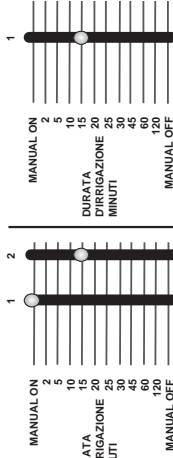

ABB. 14: Manuelle Bewässerung durch Station 1 mit Hilfe des Schiebeschalters
- Schieben Sie den Bewässerungsdauer-Schalter zuerst in die Position **MANUALLY ON** (Manuell Ein) (ganz nach oben) und dann zurück in eine beliebige Zeitdauerposition. Wenn Sie z. B. wollen, daß eine bestimmte Station 15 Minuten lang sprengt, schieben Sie den Schalter in die Position **MANUALLY ON** (Manuell Ein) und dann zurück in die 15-Minuten-Position [siehe Abb. 14].